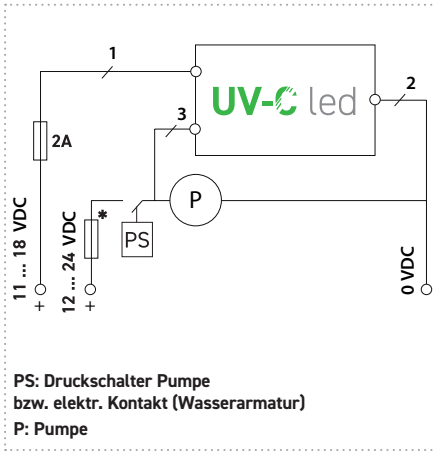
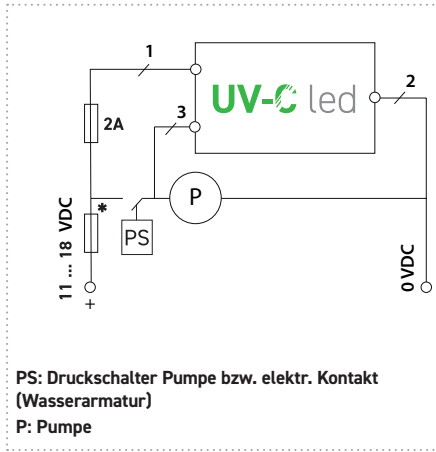

Abbildung 14: Elektrischer Anschlussplan mit Pumpe
Abbildung 17: Elektrischer Anschlussplan mit Pumpe (Variante 2)
3. Beachten Sie hierbei stets die elektrischen Anschlusspläne (Variante 1: *Abbildung 14, 15+16* oder Variante 2: *Abbildung 17, 18+19*). Achten Sie in beiden Fällen auf einen ausreichend dimensionierten Aderquerschnitt der Versorgungsleitungen.